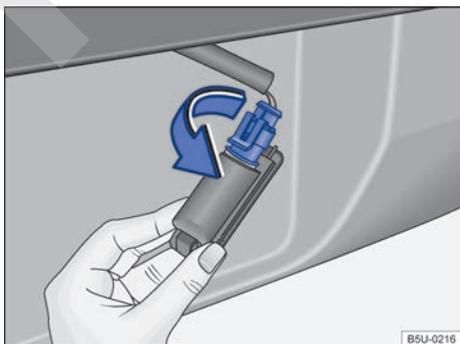

Fig. 192 Linterna de la placa de licencia: remover el portalámpara de la lámpara.
3. Girar el portalámpara en el sentido de la flecha → fig. 192, y desencajarlo del alojamiento.
7. Presionar el portalámparas en el alojamiento y girar en el sentido contrario al de la flecha → fig. 192.